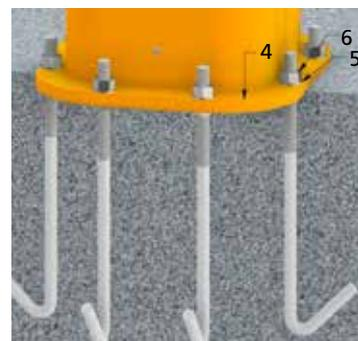
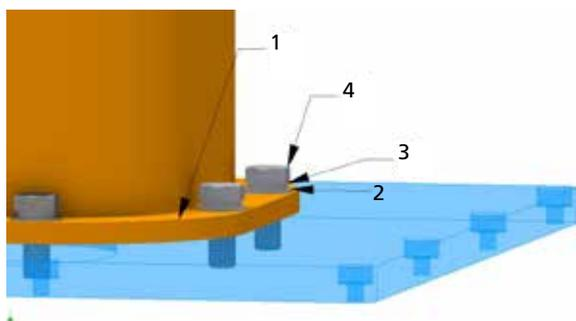

fig.27
fig.28
3. Monter la colonne sans le bras, en la soulevant par le haut à l'aide d'un équipement approprié après l'avoir élinguée comme indiqué, la monter sur le cadre de fondation en positionnant correctement la plaque de base 4 et en serrant les écrous 6, après avoir intercalé les rondelles plates correspondantes 5 (fig. 27).
2. Monter la colonne sans bras, en la soulevant par le haut à l'aide d'un équipement approprié, après l'avoir élinguée comme indiqué, la monter sur la contreplaque en positionnant correctement la plaque de base 4 et la fixer à l'aide du kit fourni avec la contreplaque (fig. 28) (passer au point 4)
Donati Sollevamenti SRL décline toute responsabilité en ce qui concerne toutes éventuelles fixations différentes de celles indiquées sur les fig. 27 et fig. 28.